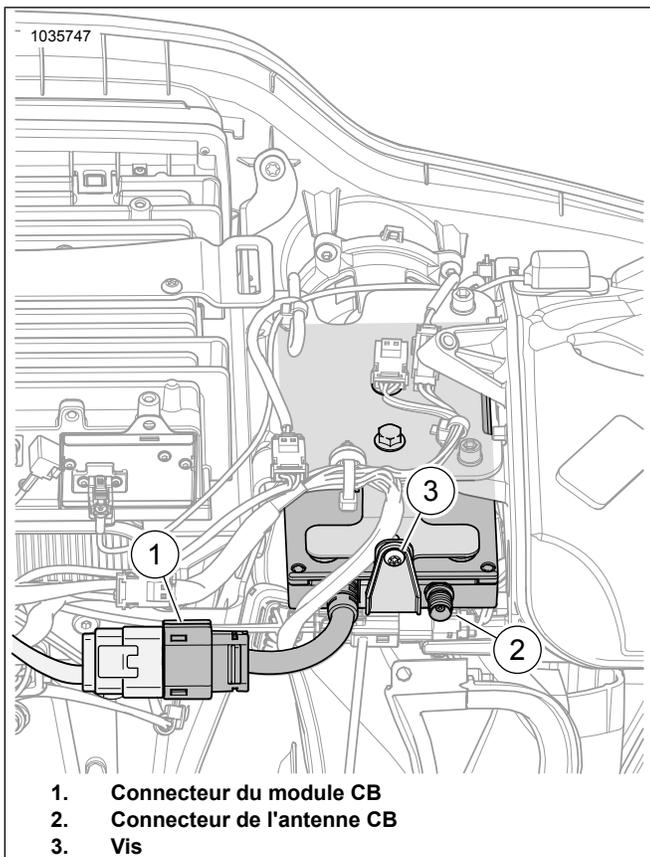

Figure 5. Connecteurs de faisceau du carénage intérieur
6. Voir Figure 5 . Connecter le boîtier de prise femelle à 12 fiches à la CB [184] (1).